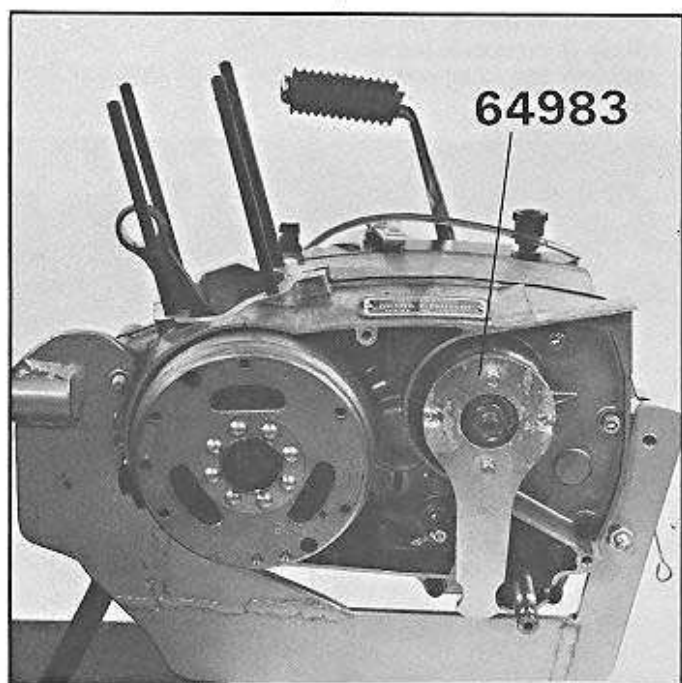

Fig. 36
- Avec l'outil n° 64983 (G27117/30), immobiliser le pignon (fig. 36).